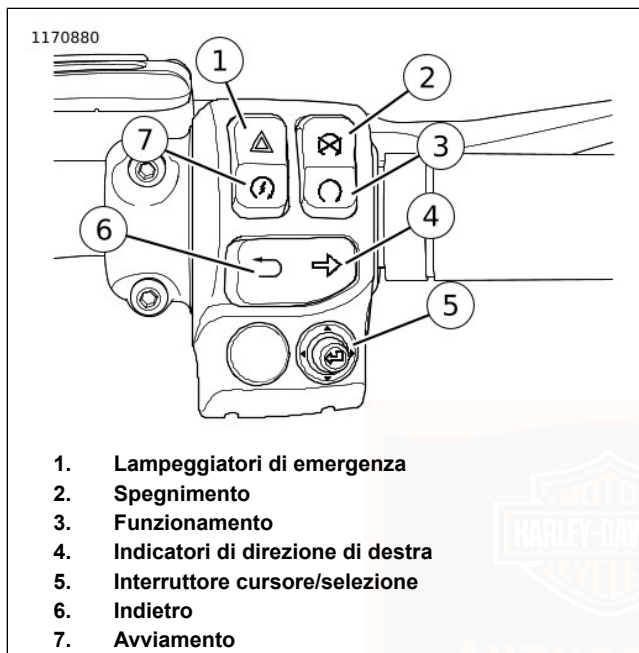

Figura 25. Modulo dell'interruttore di destra (tipico)
Vedere Figura 25. L'interruttore dei lampeggiatori di emergenza (1) consente di accendere i lampeggiatori di emergenza su una motocicletta in panne. Attivando i lampeggiatori di emergenza, è possibile lasciare la motocicletta con l'alimentazione spenta in attesa di soccorsi. Vedere Tabella 29.
Vedere Figura 25. Premere l'interruttore di ARRESTO/FUNZIONAMENTO su arresto (2) per spegnere il motore. Vedere Tabella 29.
Vedere Figura 25. Premere l'interruttore di ARRESTO/FUNZIONAMENTO su funzionamento (3) per permettere al motore di avviarsi. Per avviare o far funzionare il motore, l'interruttore di ARRESTO/FUNZIONAMENTO deve essere su funzionamento. Vedere Tabella 29.
Vedere Figura 25. Premere l'interruttore dell'indicatore di direzione di destra (4) per attivare l'indicatore di direzione di destra. Vedere Tabella 29.
Vedere Figura 25. L'interruttore a cinque posizioni CURSOR/SELECT (5) (cursore/selezione) comanda le funzioni della radio sui veicoli che ne sono dotati. Vedere il MANUALE D'USO del BOOM! BOX. Vedere Tabella 29.
Vedere Figura 25. L'interruttore posteriore (6) comanda le funzioni della radio sui veicoli che ne sono dotati. Vedere il MANUALE D'USO del BOOM! BOX. Vedere Tabella 29.
2. Vedere Figura 25. Portare l'interruttore di ARRESTO/FUNZIONAMENTO su FUNZIONAMENTO (3). Portare il cambio in folle. Si accenderà la spia (verde) del folle. Vedere FUNZIONAMENTO > AVVIAMENTO DEL MOTORE (Pagina 126).
3. Premere l'interruttore di avviamento (7) per azionare il motorino di avviamento. Vedere Tabella 29.